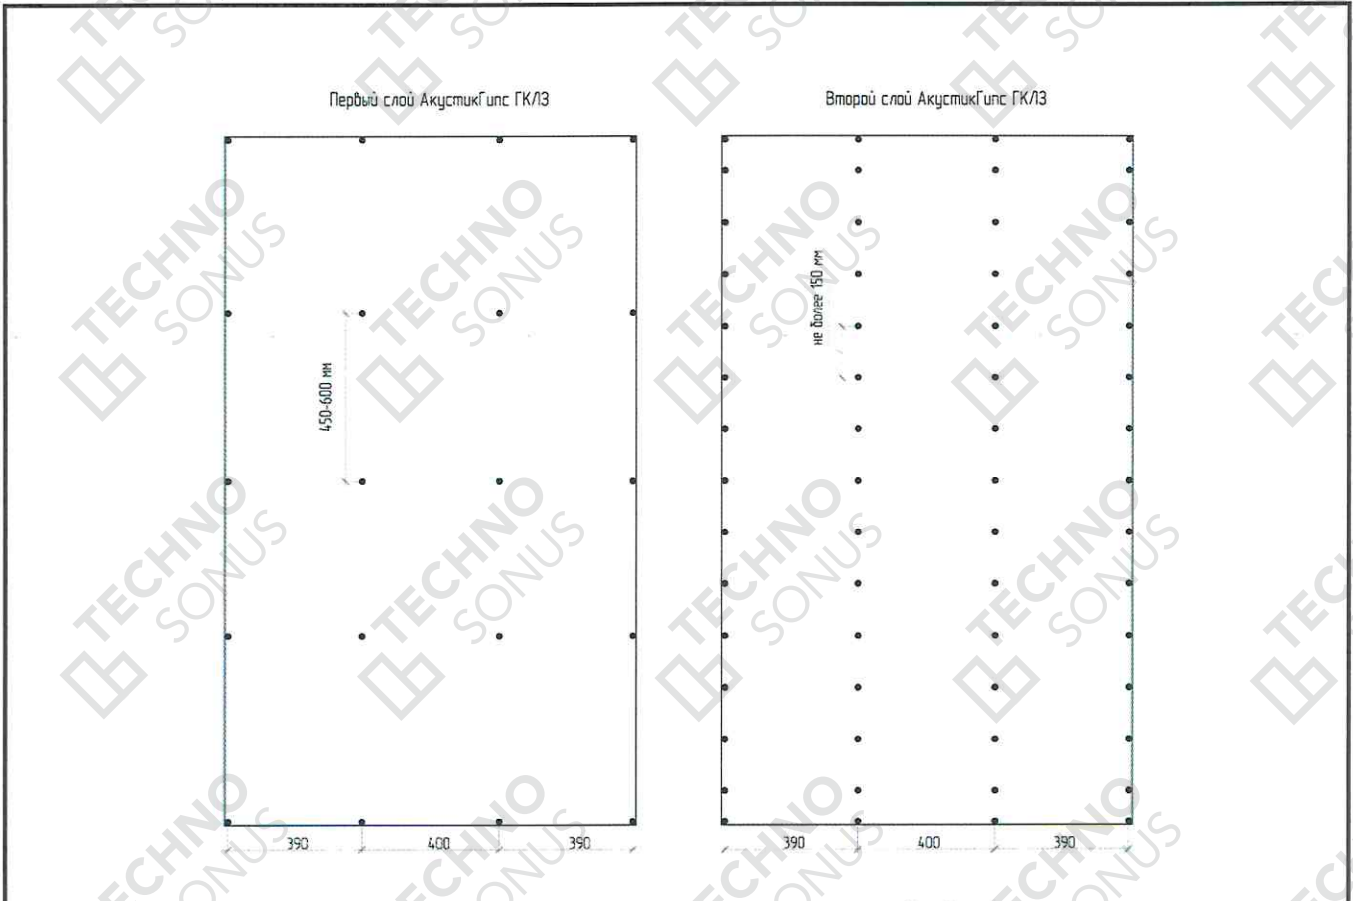

Рисунок 20 – Схема расположения саморезов при двухслойной облицовке ГКЛ3
6.14. Установить и закрепить финишный слой листов АкустикГипс ГКЛЗ. Важно соблюдать разбег между швами первого и второго слоя. Швы первого и второго слоя должны отстоять друг от друга минимум на 400 мм. Шаг саморезов не более 15 см по основному профилю (см. Рисунок 20). Первый лист не должен начинаться с утоненной кромки от угла и не должен заканчиваться ей же. Стыковка листов АкустикГипс ГКЛЗ возможна только по утоненной кромке или по подрезанному краю. Не допускается стыковка утоненной кромки и отрезного края. Швы между листами не заполняются виброакустическим герметиком Сонетик. Для фиксации финишного (второго) слоя АкустикГипс ГКЛЗ применяются саморезы ТС-ХТН F 3,9x41. Шляпка самореза не должна быть утоплена в слой гипса более чем на 1 мм. Саморезы должны отстоять от края утоненной кромки листов на расстоянии не менее 10 мм и продольной (отрезной) кромки – не менее 15 мм.